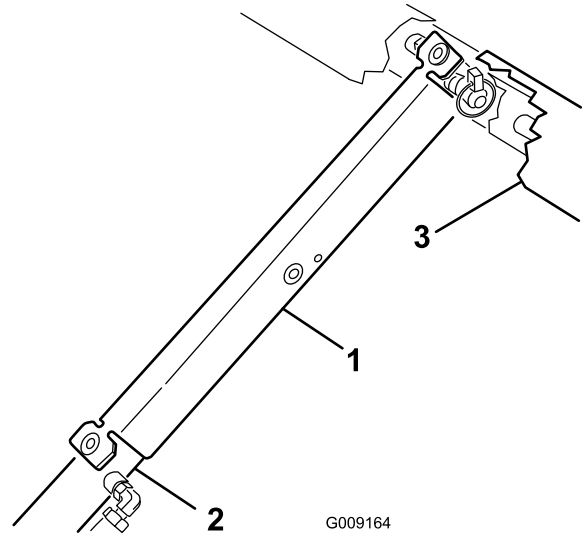

Figure 20
3. Poussez la béquille de sécurité du plateau sur la tige du vérin, et appuyez bien les pattes d'extrémité contre l'extrémité du corps du vérin et l'extrémité de la tige du vérin (Figure 20).